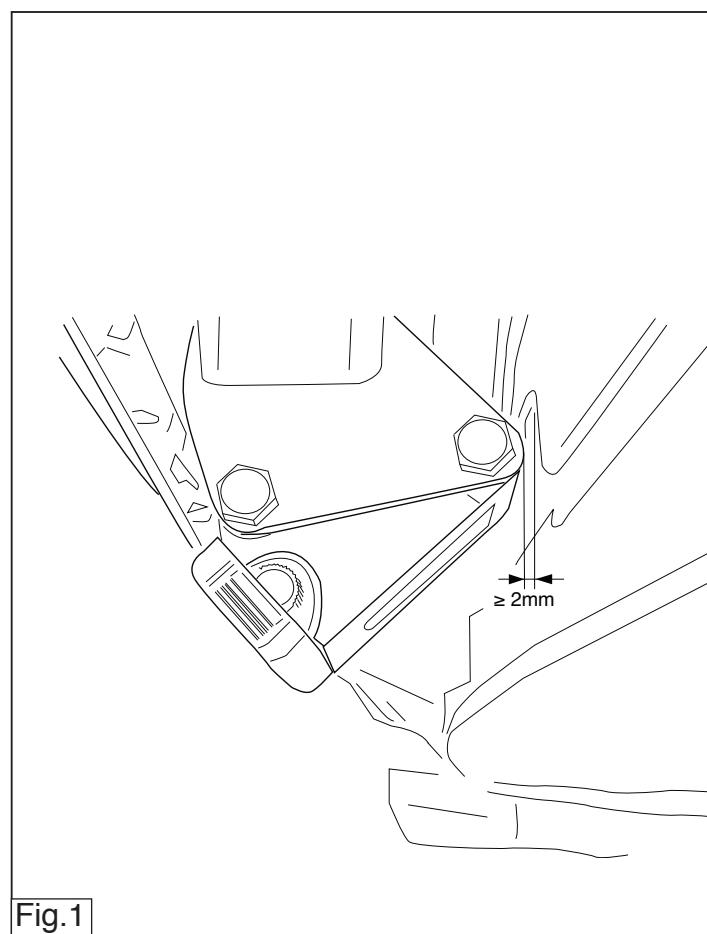

Fig.1
3. Fit the tow bar to the chassis. See figure 1.
3. Die Anhängervorrichtung im Langsträger befestigen. Abbildung 1.